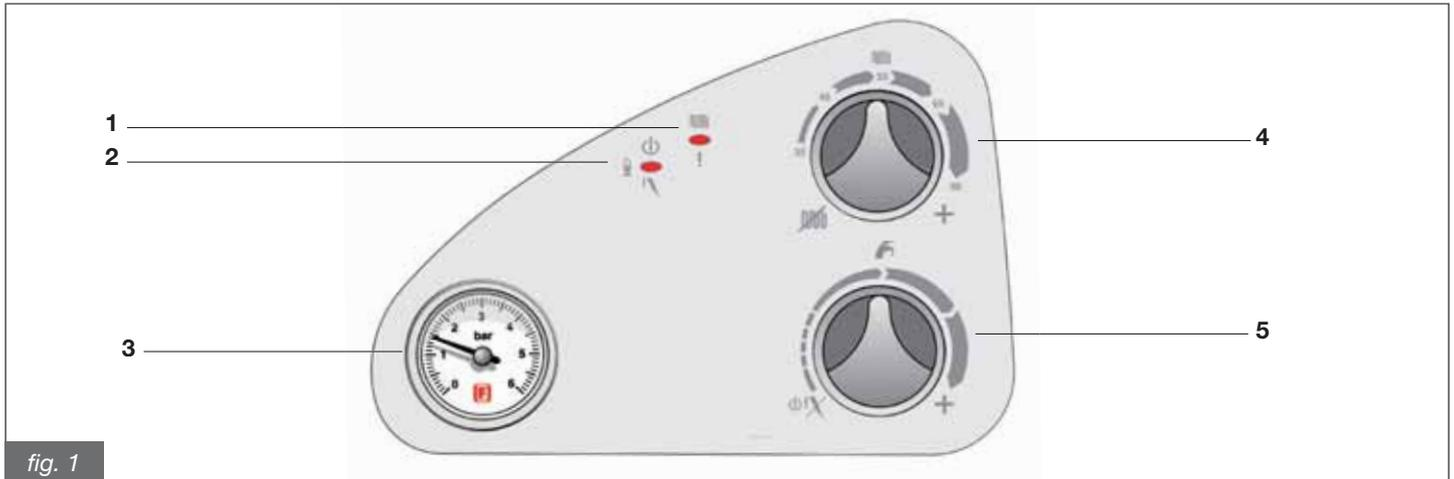

fig. 1
- verificata la presenza di combustibile sbloccare il bruciatore portando il selettore 5 (fig. 1) in posizione di sblocco  per alcuni secondi poi nella posizione desiderata: se l'apparecchio non riparte e ritorna in blocco, dopo due tentativi ricorrere ad un Centro di Assistenza Autorizzato o a personale qualificato per un intervento di manutenzione. Qualora il bruciatore si metta in blocco con frequenza, segno questo di una anomalia ricorrente nel funzionamento, ricorrere ad un Centro di Assistenza Autorizzato o a personale qualificato per un intervento di manutenzione.
In caso di sovratemperatura dell'acqua di mandata il LED 1 (fig. 1) lampeggia di colore rosso. In questo caso ricorrere ad un Centro di Assistenza Autorizzato o a personale qualificato per un intervento di manutenzione.
In caso di blocco per intervento del pressostato acqua il LED 1 (fig. 1) lampeggia di colore giallo.
- ruotare la manopola del rubinetto di carico in senso antiorario per permettere l'ingresso dell'acqua in caldaia e mantenerlo aperto fino a che il manometro 5 (fig. 1) indica che è stato raggiunto un valore della pressione di 1÷1,3 bar; a questo punto chiudere il rubinetto ruotando la manopola in senso orario.